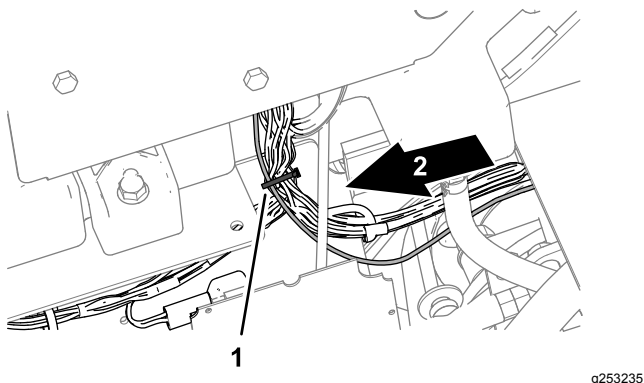

図 17
1. コントロールパネルのカバーのところで、電源ハーネスを車両のワイヤハーネスに固定するケーブルタイを使って図 17 のように固定する。